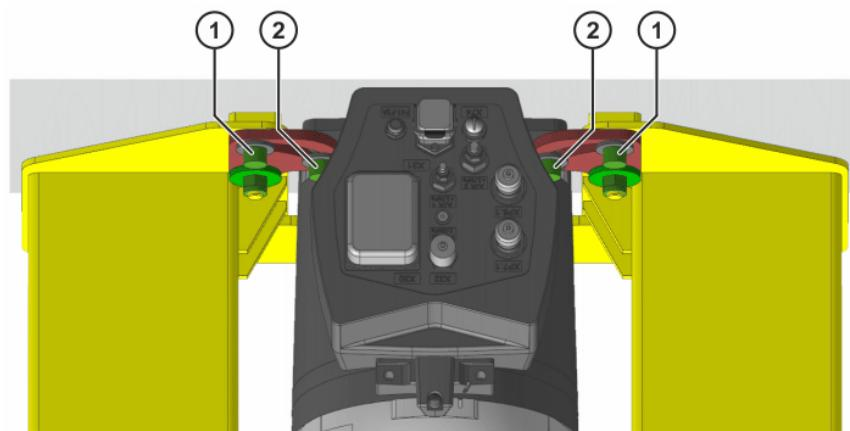

Abb. 7-18: Schrauben hinten herausdrehen
14. 2 Innensechskantschrauben M12x30-8.8-A2K (Innensechskantschrauben hinten) und Scheiben hinten aus dem Grundgestell herausdrehen (>>> Abb. 7-18).